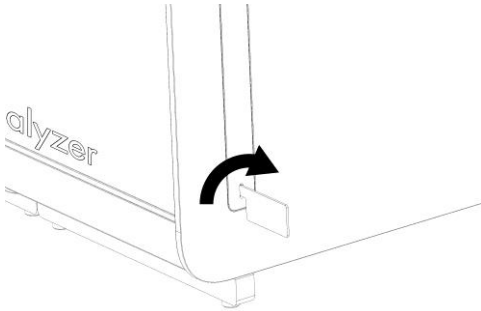

Abbildung 2: Entfernen der Schutzabdeckungen
- Entfernen Sie die Schutzabdeckungen von der Seite des Analysemoduls mit dem dafür vorgesehenen, im Lieferumfang des QIAstat-Dx Analyzer 1.0 enthaltenen Werkzeug (Abbildung 2).